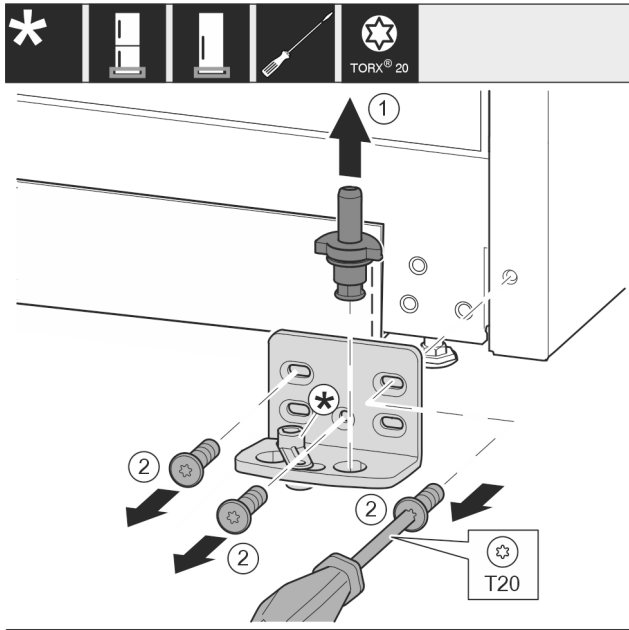

Fig. 10
- Izvelciet pilnīgi ārā uz augšu gultņa tapu. Fig. 10 (1)
- Izskrūvējiet skrūves ar skrūvgriezi T20 un noņemiet gultņa balstu. Fig. 10 (2)